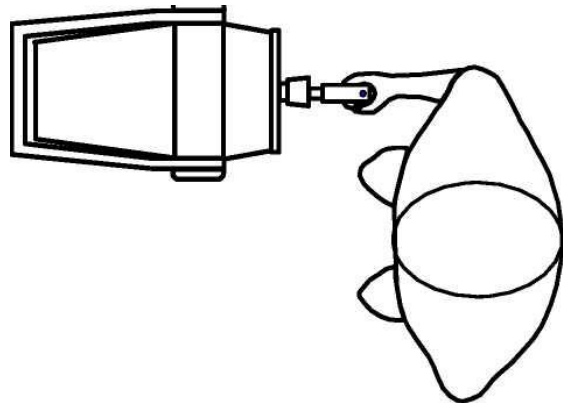

Figure 1
4. Positionnez le sujet directement en avant de et face à la tête d'exercice. Il sera nécessaire de demander au sujet de se tenir sur le côté pour permettre à l'avant-bras de l'extrémité testée pour être directement en ligne avec l'arbre de la tête d'exercice (voir figure 1).